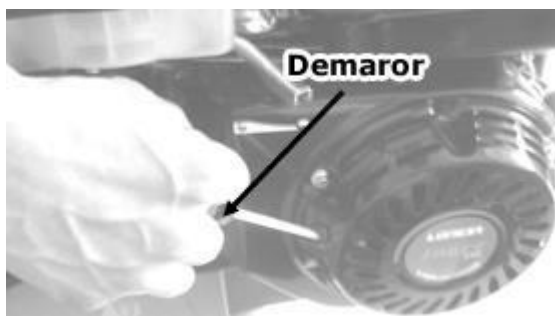

Figura 36
10. Trageți de demaror ușor până când simțiți rezistență, apoi trageți-l brusc. Consultați Figura 36.